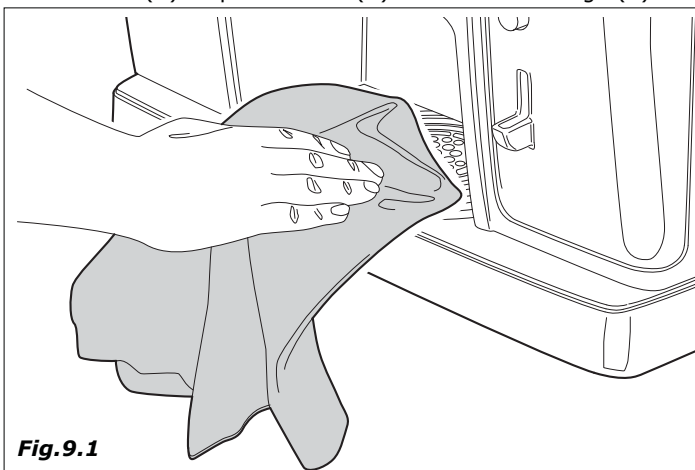
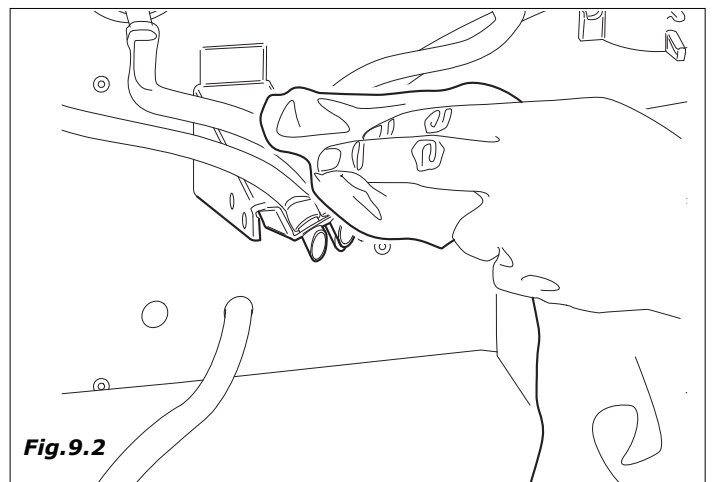

Fig.9.1
Fig.9.2
- Nettoyez toutes les parties en vue des zones de distribution (figure 9.1 et figure 9.2).